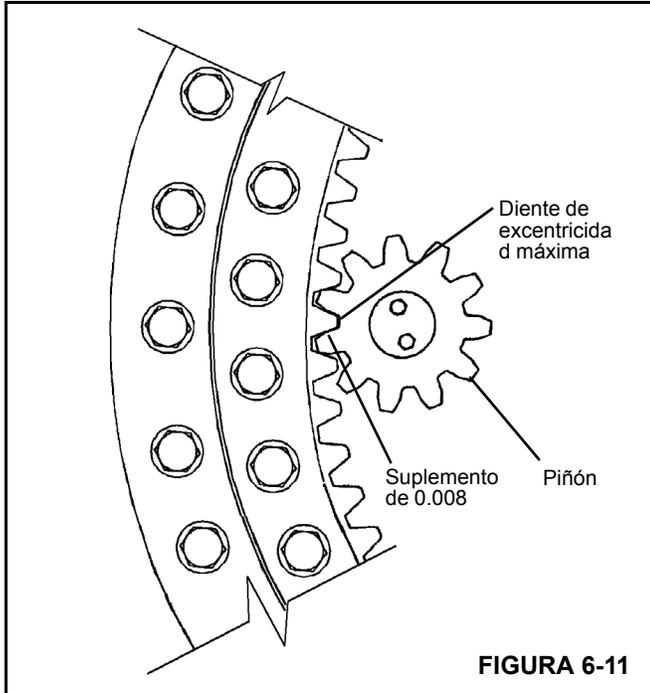

FIGURA 6-11
6. Instale el piñón del mando de giro de modo que su punto alto (excentricidad máxima) quede alineado con el punto alto del cojinete de la torreta. Compruebe el juego entre dientes con un suplemento de 0.008 pulg (0.203 mm) de grosor (página 6-14Figura 6-11). Si es necesario mover el piñón para obtener el juego entre dientes apropiado, consulte con el concesionario local.